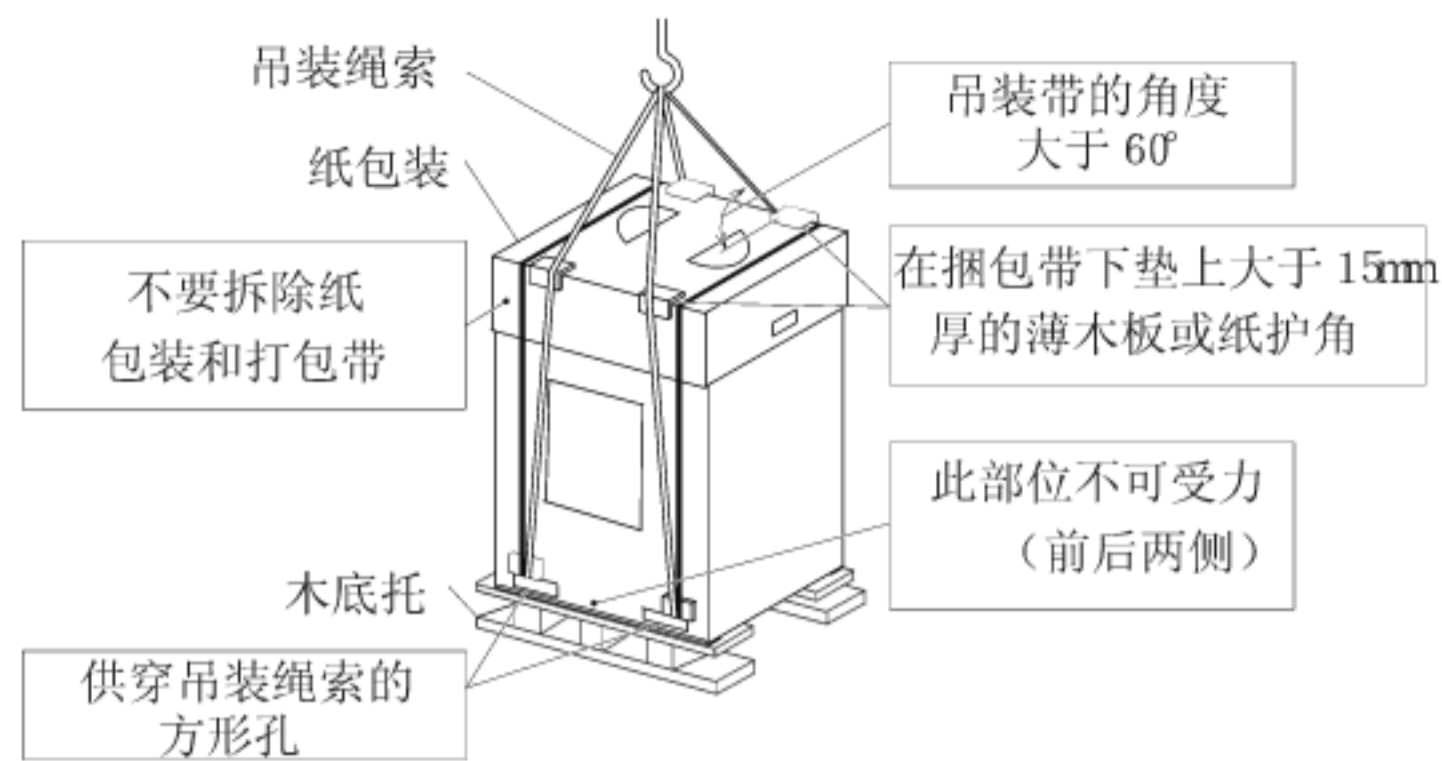

图 4.1 吊装指示图
(1) 严禁拆除任何包装填充材料。
(2) 如图 4.1 所示，在用 2 根钢丝绳的捆包的情况下吊装机器。